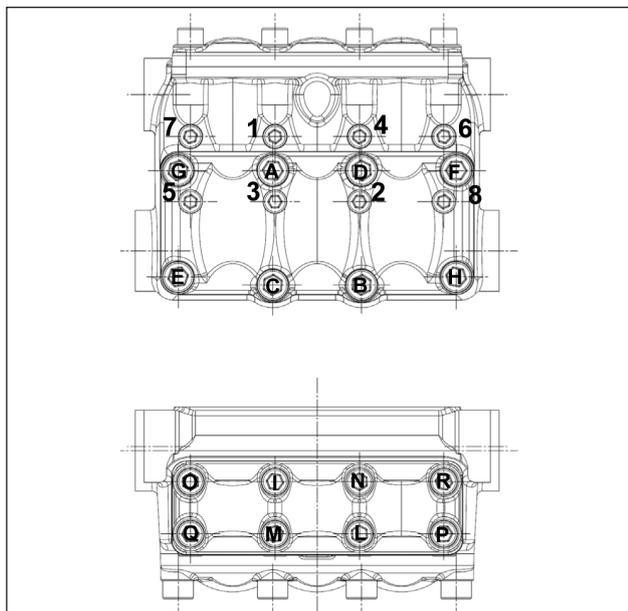

Fig. 30
** Les vis de fixation de la tête - rep. vue éclatée 55 - doivent être serrées avec une clé dynamométrique en respectant l'ordre indiqué sur le schéma Fig. 30.
*** Les vis de fixation du couvercle des soupapes, rep. vue éclatée 45 et rep. vue éclatée 58, doivent être serrées avec une clé dynamométrique en respectant l'ordre indiqué sur le schéma Fig. 30.